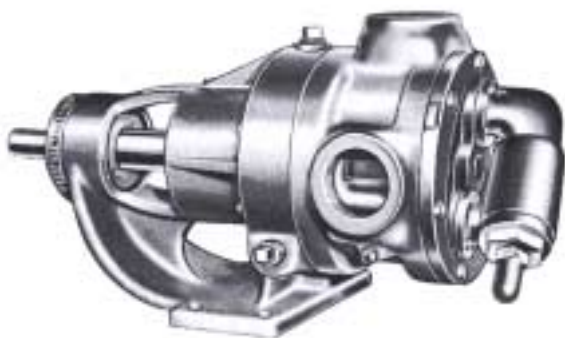

FIGURA 1 – POMPA NON MONTATA
4. Il coperchio a vite di regolazione della valvola limitatrice di pressione deve essere *sempre* posizionato verso la parte aspirante della pompa. Quando si inverte il senso di rotazione della pompa, rimuovere la valvola limitatrice ed invertire l'orientamento. Fare riferimento alla Figura 1.